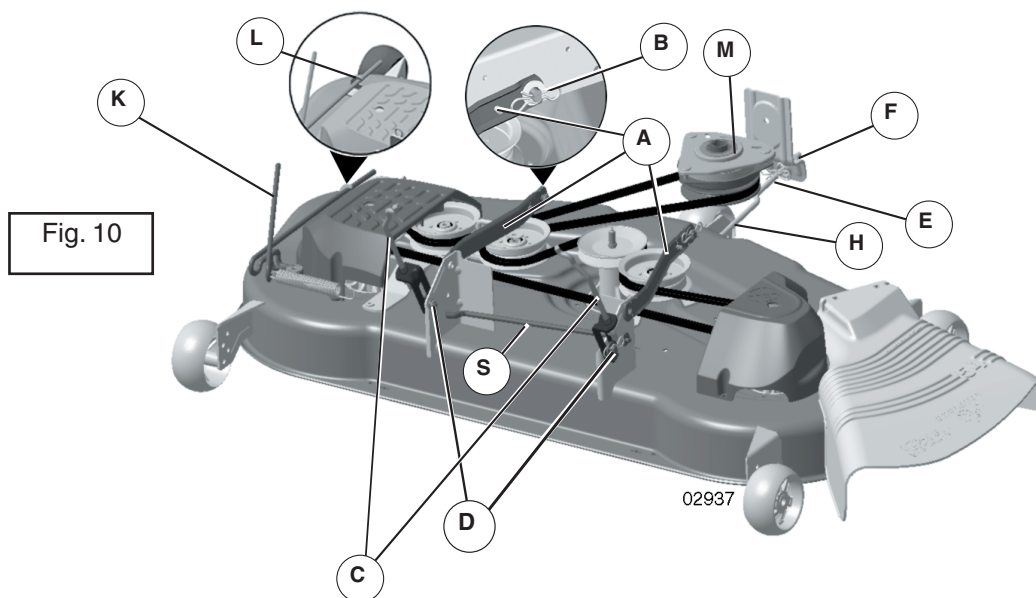

Fig. 10
12. Insertar otra parte terminal de la biela frontal (E) en el agujero en el soporte frontal del cortacésped (H) y afianzar con una arandela y un muelle de retención grande (J).
13. Desacoplar la varilla de tensión de la correa (K) del soporte de cierre (L) (Fig. 10).
15. Embragar la varilla de tensión de la correa (K) en soporte de cierre (L) (Fig. 10).
12. Inserire l'altra estremità dell'articolazione anteriore (E) nel foro della staffa anteriore del rasoerba (H), quindi bloccare con la rondella e la molla piccola di fissaggio (J).
13. Disinnestare l'asta di tensionamento della cinghia (K) dalla staffa di bloccaggio (L) (Fig. 10).
15. Innestare l'asta di tensionamento della cinghia (K) sulla staffa di bloccaggio (L) (Fig. 10).